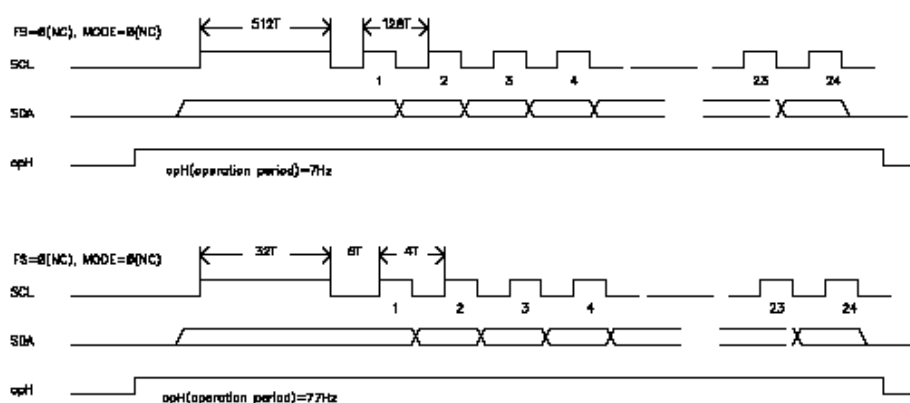

图 2。随 FS SCL, SDA 波形
- MODE=NC; 标准工作 (参考图 2)。MODE=VDD; 进入 I2C 工作模式。此时器件选择是由 ID1 和 ID0 来决定, 所以四个芯片可以同时应用。悬空是都 00。